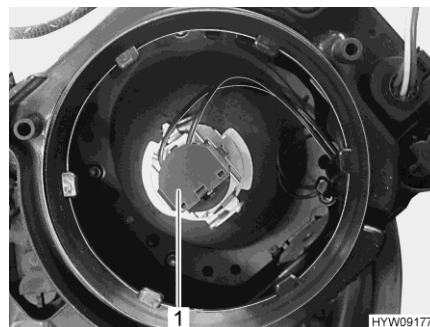

Bild 149 Glödlampa (halvljus/helljus)
- Vrid hållaren (Bild 149,1) med lampan moturs och ta den ur lamphuset.
- Sätt in hållaren (Bild 149,1) med glödlampa i lamphuset och vrid medurs för så att den sitter fast. Hållaren hakar hörbart i läge.